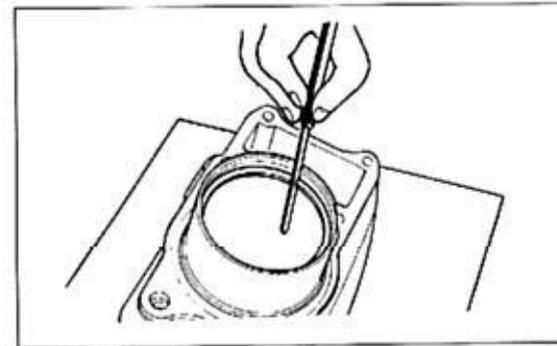

Bild 118
-  Kolbenringe einzeln in Zylinder schieben und mit Kolben ausrichten. Mit Fühlerlehre Stoss-Spiel ausfühlen (Bild 118). Verschleissgrenze erster und zweiter Kolbenring 0,70 mm. Falls Mass überschritten, Ring ersetzen.